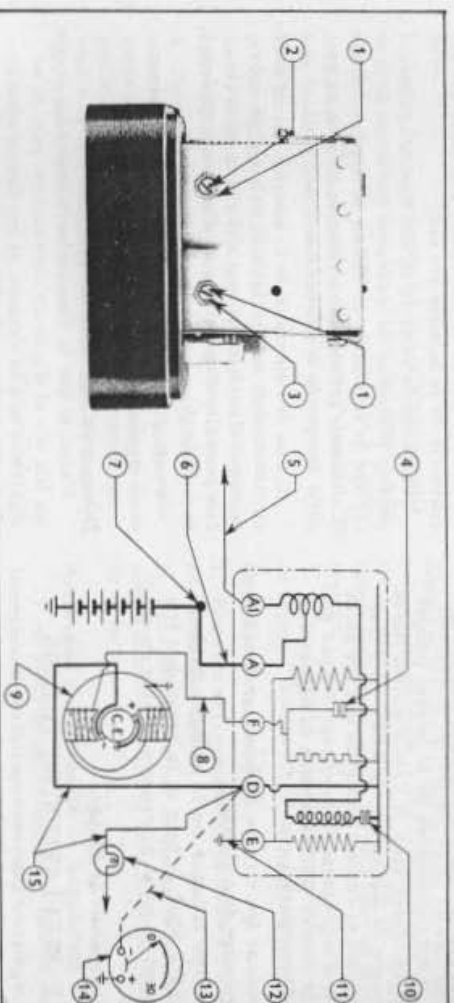

Fig. 7
1. Isoler les interrupteurs à l'aide d'une lamelle de mica ou débrancher les câbles des bornes « A » et « A1 » (voir FIG. 7) pour les relier l'un à l'autre.
Stopper le moteur puis retirer le couvercle du régulateur. Desserrer l'écrou de blocage de la vis de réglage du régulateur (voir FIG. 7). Tourner la vis dans le sens des aiguilles d'une montre pour augmenter le réglage et en sens inverse pour le diminuer. Tourner la vis d'une fraction de tour seulement à la fois, puis resserrer l'écrou de blocage. Faire de nouveau tourner le moteur; répéter ces opérations jusqu'au moment où le réglage est satisfaisant.